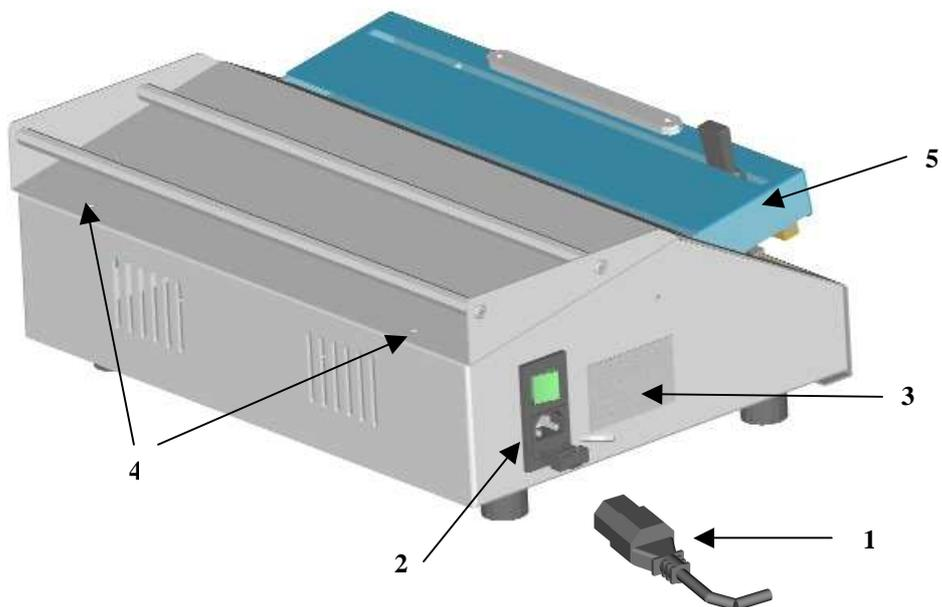

fig. 2
Nella eventualità di uno smarrimento o di danneggiamento, l'utente può richiedere al costruttore un nuovo manuale, avendo cura di indicare: n°serie, modello, anno di costruzione e numero di matricola visibili sulla targhetta posta sul lato Sx della macchina (n°3 fig. 2 e fig. 5).
Staccare sempre il cavo di alimentazione (n°1 fig. 2) prima di eseguire qualunque operazione di manutenzione sulla macchina.
- Prima di interventi di pulizia sulla macchina, staccare il cavo di alimentazione (n°1 fig. 2).